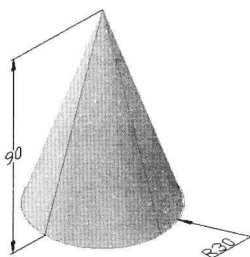
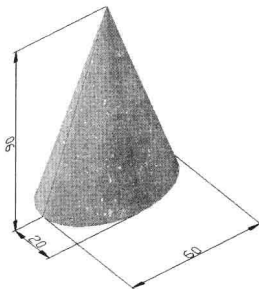

图 8-2-9
图 8-2-10
(1) 在“建模”面板中单击向下三角形按钮▼，在弹出的列表中选择“圆锥体”按钮△。
(2) 命令行提示“指定底面的中心点或 [三点 (3P) / 两点 (2P) / 相切、相切、半径 (T) / 椭圆 (E)]”，在视图中单击，确定中心点位置。
(3) 命令行提示“指定底面半径或 [直径 (D)]”，输入“30”，按 Enter 键。
(4) 命令行提示“指定高度或 [两点 (2P) / 轴端点 (A) / 顶面半径 (T)] <80.0000>”，输入“90”，按 Enter 键。创建的圆锥体效果如图 8-2-9 所示。
(5) 单击“圆锥体”按钮△，命令行提示“_cone 指定底面的中心点或 [三点 (3P) / 两点 (2P) / 相切、相切、半径 (T) / 椭圆 (E)]”，输入“e”，按 Enter 键。
(6) 命令行提示“指定第一个轴的端点或 [中心 (C)]”，在视图中单击，确定端点位置。
(7) 命令行提示“指定第一个轴的其他端点”，输入“@60, 0”，按 Enter 键，即椭圆一个轴的全长为 60。
(8) 命令行提示“指定第二个轴的端点”，输入“20”，按 Enter 键，即椭圆另一个轴的半长为 20。
(9) 命令行提示“指定高度或 [两点 (2P) / 轴端点 (A) / 顶面半径 (T)] <90.0000>”，输入“90”，按 Enter 键。椭圆锥体效果如图 8-2-10 所示。